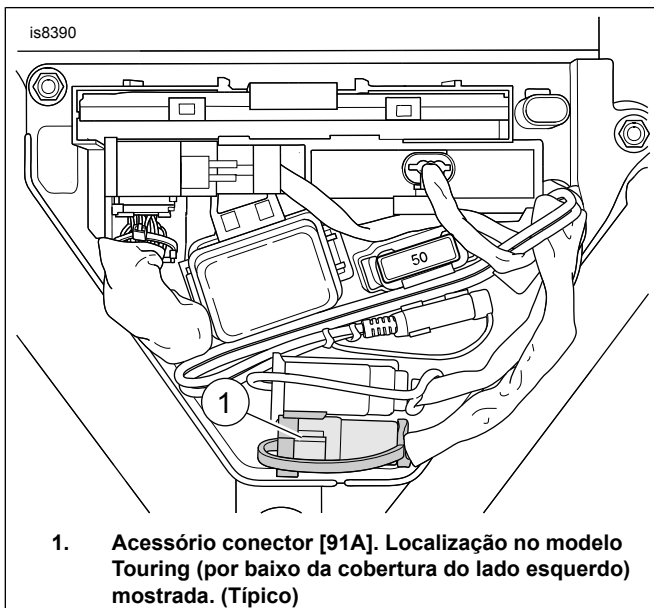

Figura 2. Conector de acessórios
8. Fixar a porta de alimentação com o parafuso (2). Aperte. Binário: 2,8–3,3 N·m (25–30 in-lbs) parafuso (2)
9. Ver Tabela 1 e Figura 2 . Localizar o conector de ligação de acessório/dados [91A].